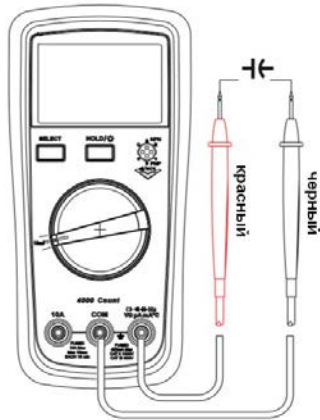

Рисунок 4
9.17. Измерение емкости (см. рисунок 4)